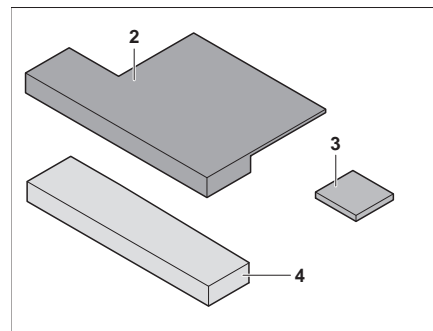

Fig. 141 Cojín adicional
- Colocar un travesaño (Fig. 141,3) al cojín adicional (Fig. 141,2) (con cierre de velcro).